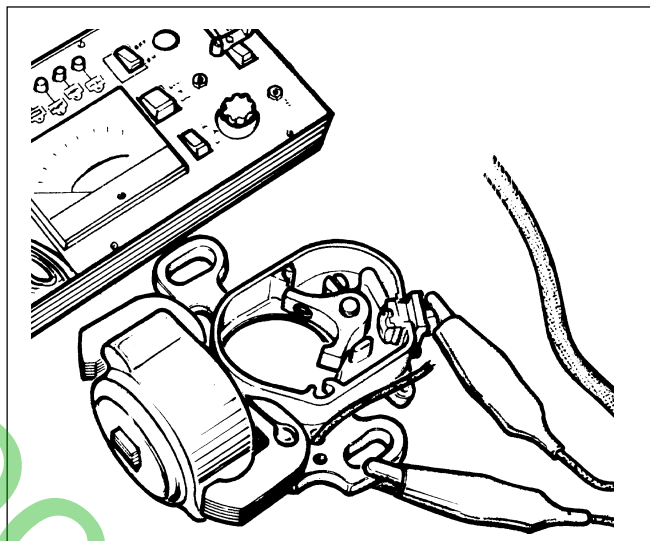

Fig. 12
- Contrôler l'efficacité de la bobine à l'aide d'un testeur avec la bobine montée sur le stator (Fig. 12).
- Contrôler avec un testeur si l'isolation externe de la bobine n'a pas de dispersions (Fig. 12). Si le testeur n'est pas disponible, le moteur peut être essayé avec une nouvelle bobine.